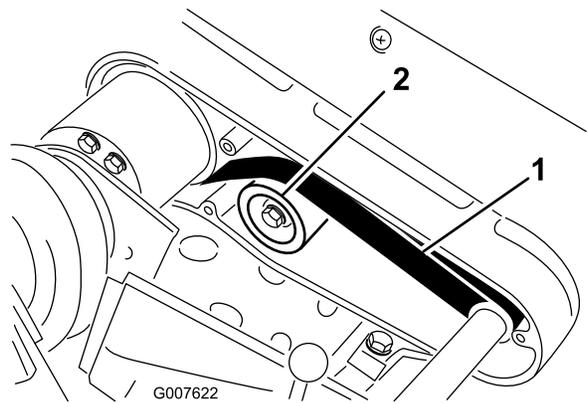

Bild 38
- A. Losen Sie die Befestigungsmutter der Spannscheibe und drehen Sie die Spannscheibe nach rechts gegen die R­ckseite des Riemen, bis Sie die gew­nschte Riemen­spannung erzielt haben (Bild 38).
2. Bringen Sie eine Kraft von 22-26 N in der Mitte zwischen den Riemenscheiben (Bild 38) auf den Riemen an.